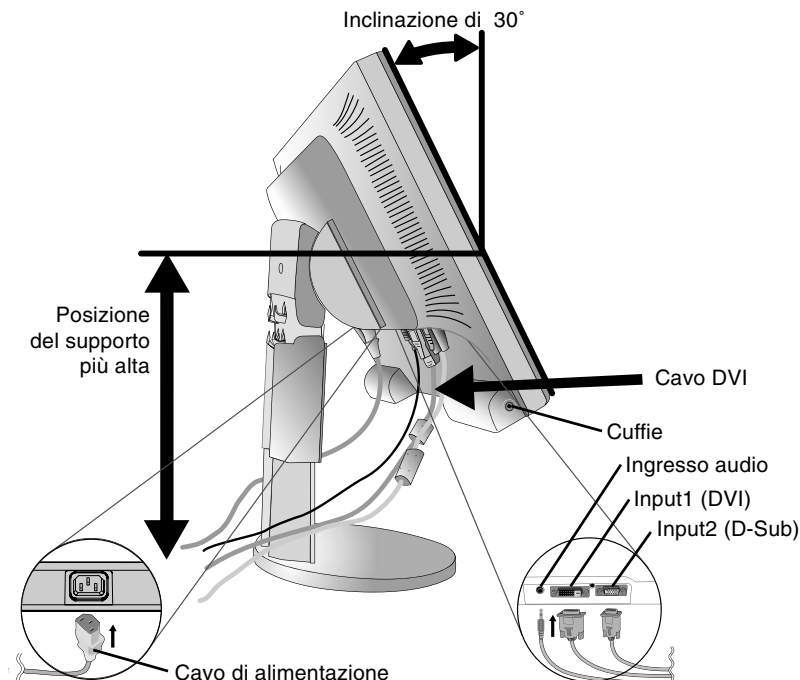

Figura C.1
3. Appoggiare le mani su entrambi i lati del monitor per inclinare lo schermo LCD di 30° e alzarlo alla posizione più alta (**Figura C.1**).
4. Collegare tutti i cavi ai connettori appropriati (**Figura C.1**). Collegare le cuffie (non incluse) al connettore appropriato sul lato sinistro del monitor (**Figura C.1**).